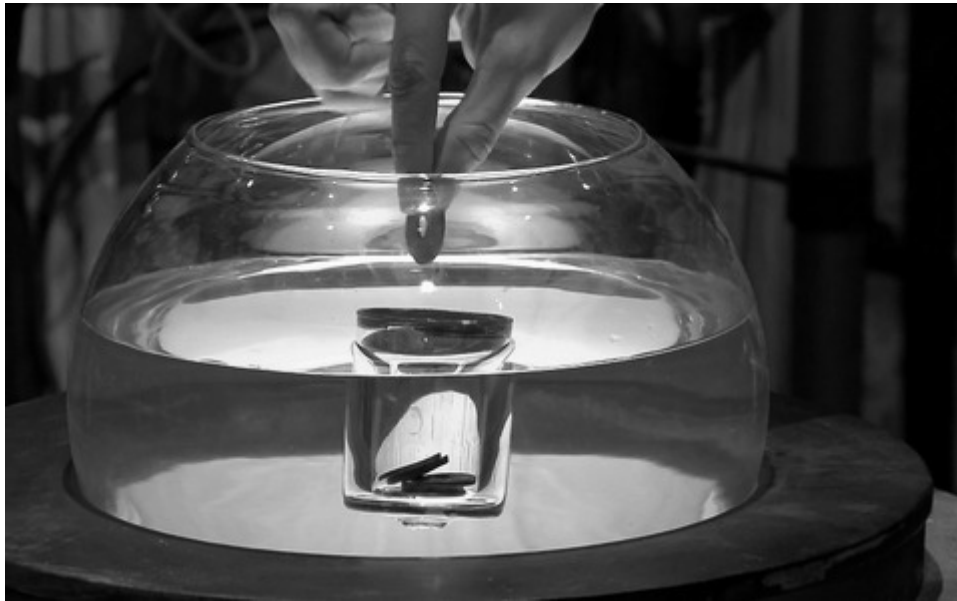

Figure 5 - Duel de l'aquarium
Après avoir récupéré suffisamment de clés, les candidats se rendent au Conseil pour y affronter les Maîtres du temps dans plusieurs duels afin de récupérer un maximum de temps dans la salle du trésor. L'un de ces duels est baptisé l'aquarium (figure 5).
- le fond du verre reste toujours horizontal (il ne peut pas s'incliner comme sur la figure 5) ;
- les pièces ont une masse m et sont toutes horizontales, empilées les unes sur les autres au fond du verre, bien alignées (pas comme sur la figure 5).